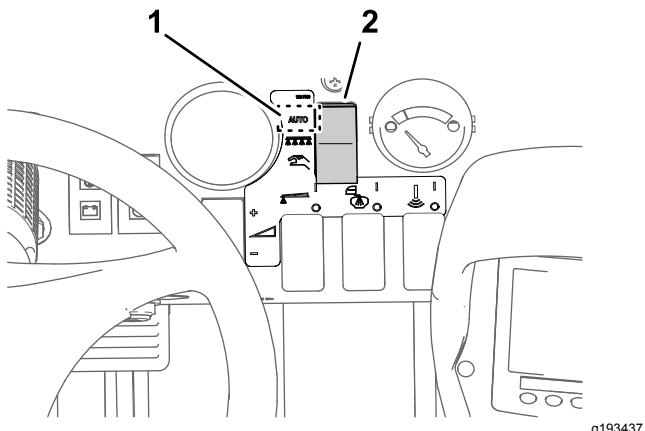

Figura 40
- Mueva el interruptor del modo de fumigación al Modo de caudal de aplicación (Figura 40).